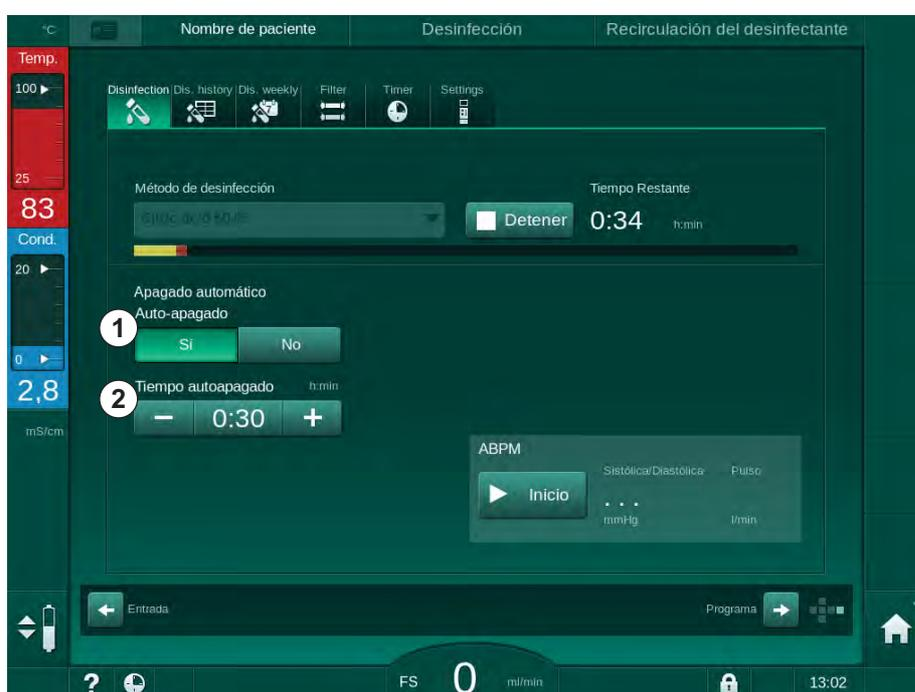

Fig. 7-15 Desinfección en curso - *Desconexión automática* activada
Después de seleccionar la pantalla de desinfección, se indica el preajuste para *Auto-apagado* (*Sí* o *No* así como el tiempo máximo de retardo si *Sí*). El ajuste para la función se puede modificar en cualquier momento antes o después de iniciar la desinfección pulsando *Auto-apagado, Sí* o *No* (Fig. 7-15, ①).